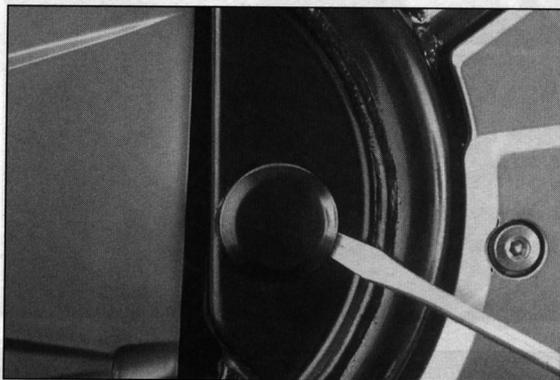

Bild 308
- Verschluss-Kappen aushebeln (Bild 308).